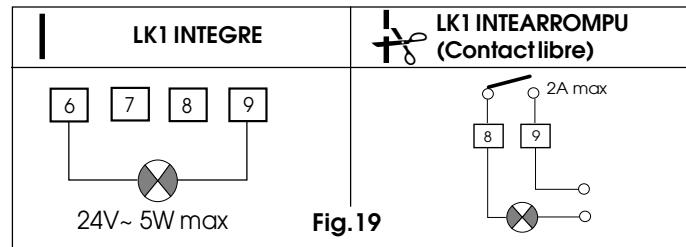

Fig.19
**Si l'on coupe le pontet LK1, on obtient un contact libre entre les bornes 8 et 9 (se reporter à la fig. 19).**